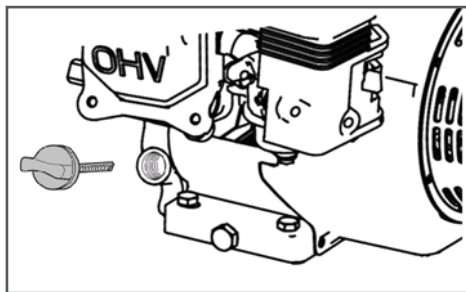

Рис. 4 Крышка-щуп маслосазливной горловины
3. Выкрутите крышку-щуп маслосазливной горловины и извлеките щуп (Рис. 4).